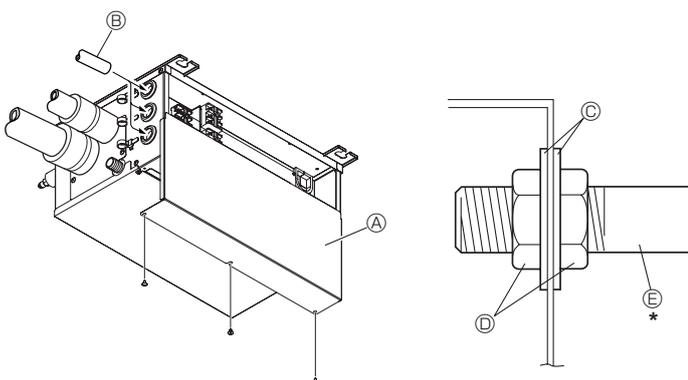

Fig. 9-4
9.1. Όταν χρησιμοποιείται προστατευτικός αγωγός καλωδίων (Fig. 9-4)